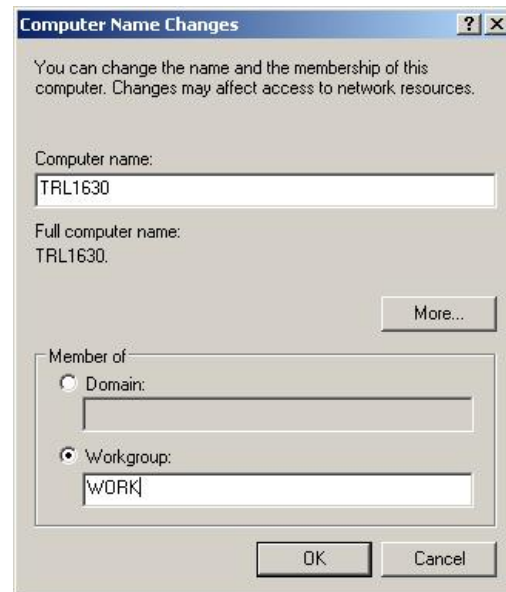

FIGURA 12.11.4
7. Introduzca un nombre para la ProtoTRAK SLX en la caja de texto **Computer Name**. Nosotros le sugerimos algo descriptivo, por ejemplo "TRAK SLX3". Ver Figura 12.11.4.